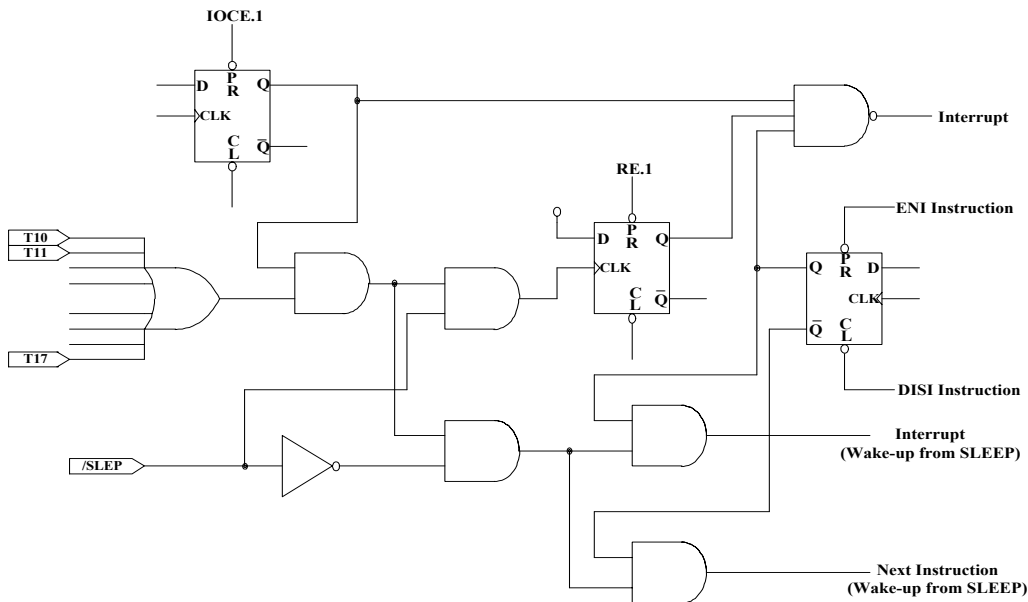

图9 输入变换中断/唤醒的端口6的I/O框图
- 执行 ENI 指令使全局中断有效，DISI 指令全局中断禁止。参考图 9